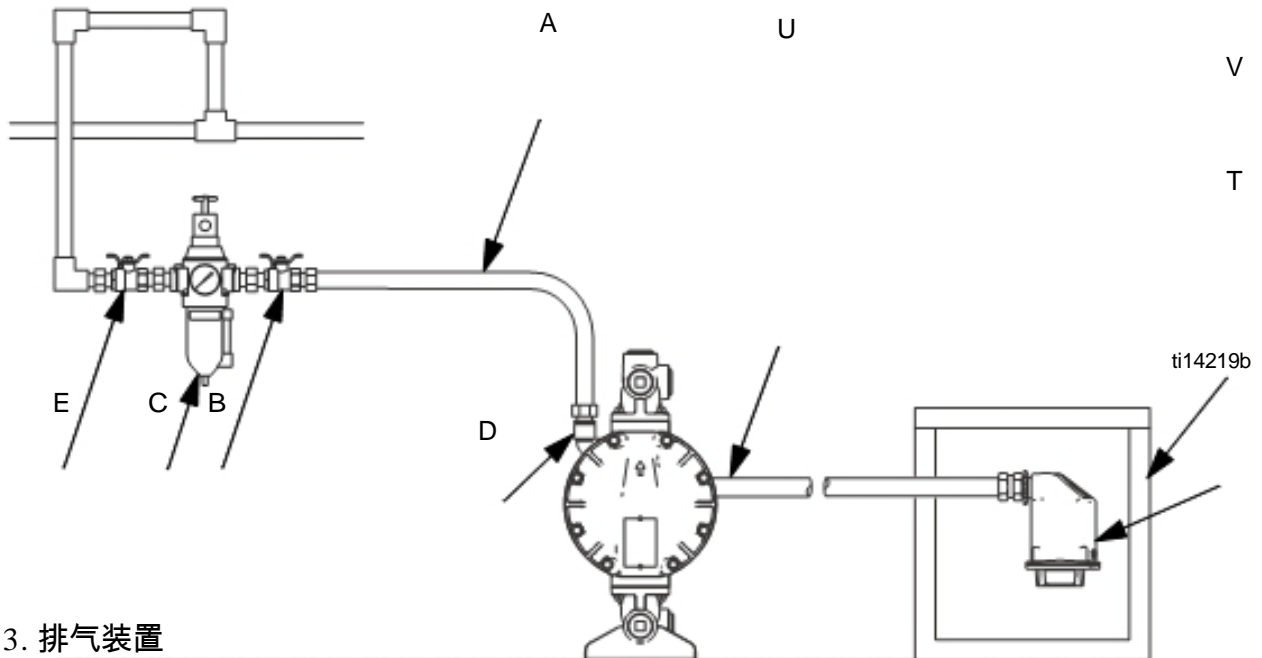

FIG. 3. 排气装置
- 1.连接气路A ( 图. 3, 第 9页).
2. 插入 5/32 OD 连接阀 (113).